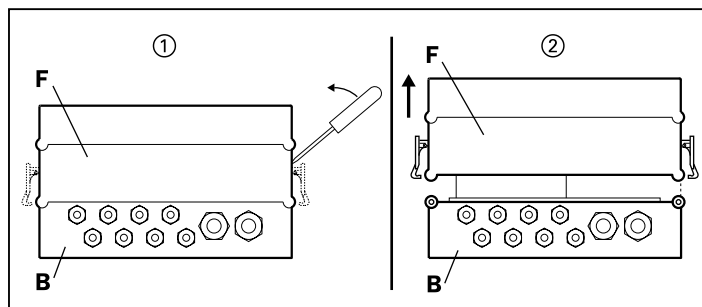

Bild 4-1: IP 65-chassi, ta bort chassifront
1. Öppna med en skruvmejsel låsgångjärnets spännbyglar ① och avlägsna chassifronten ② (se Bild 4-1).